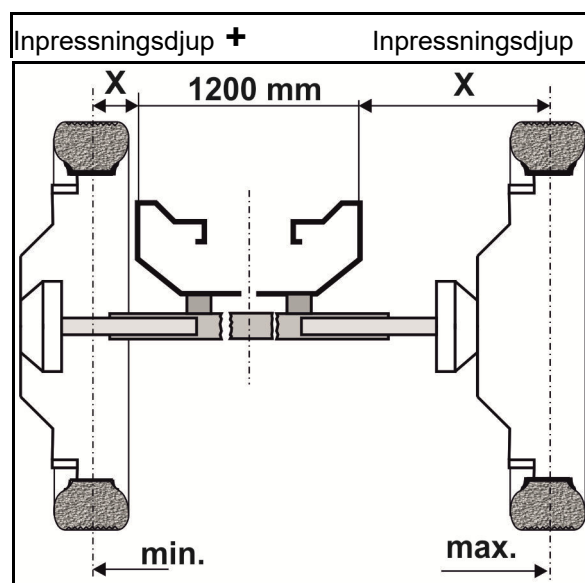

Bild 105
5. Skjut in eller dra ut hjulaxeln till önskat läge. Mät avståndet från "x" ytterkant ram (Bild 105/1) till centrum på hjulet.